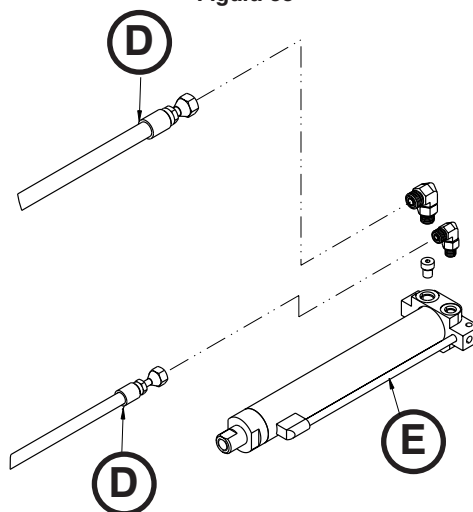

Figura 59
5. Con una llave Allen de 11/16" y una de 13/16", extraiga los dos manguitos (D) del cilindro hidráulico (E) (Figura 59).